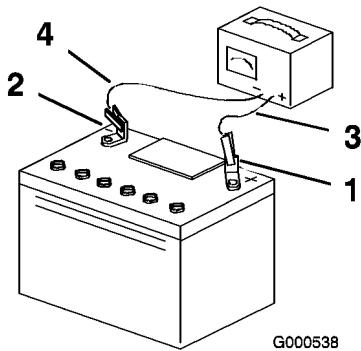

Figura 41
- electricidad, luego desconecte los cables del cargador de los bornes de la batería (Figura 41).